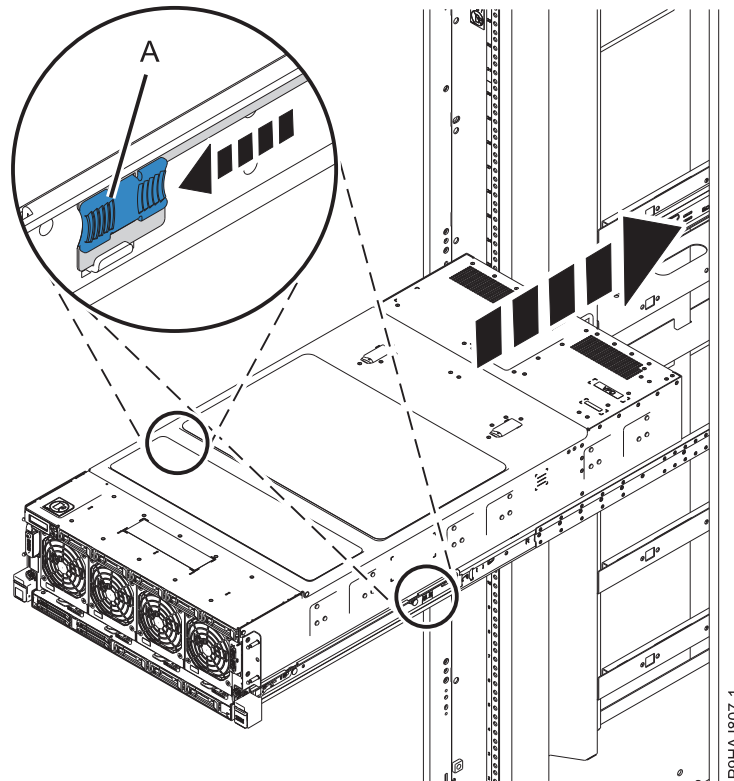

図 17. レールの中央にあるラッチを解放し、システムをラックに押し入れる
1. 図 17に示すように、レールの中央にあるラッチ (A) を解放し、ラックの中ほどまで システムを押し入れます。
3. 図 17に示すように、レールの中央にあるラッチ (A) を再度解放し、ラックに完全に収まるようにシステムを押し入れます。